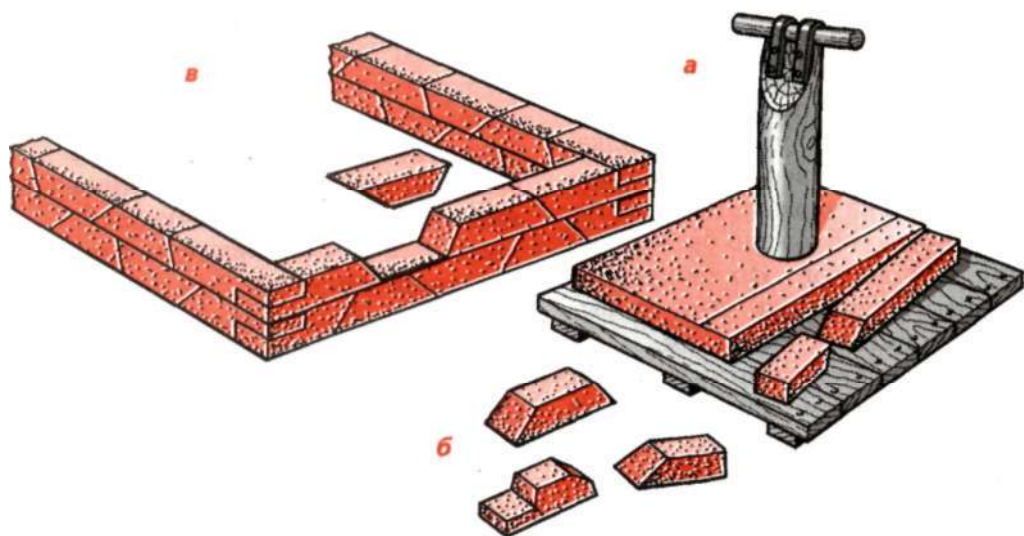

Рис. 28
**Печь из глиняных брусьев.** Глинобитные печи можно возводить без деревянной опалубки из глиняных брусьев, содержащих минимальное количество влаги (рис. 28). Этот способ успешно используется и в наше время. Отдельные
его приемы были, несомненно, заимствованы у плотников и каменщиков. Густой, но достаточно пластичный раствор глины выкладывают ровным слоем на щите из толстых досок и утрамбовывают до тех пор, пока не получится плита толщиной примерно 150 мм. Обрезав неровные края, плите придают прямоугольную форму (рис. 28, а) и разрезают на полосы шириной 200—250 мм. Каждую полосу делят на отдельные брусья длиной 300—500 мм (рис. 28, б). При необходимости срезы делают под прямым или острым углом. Остроугольные брусья соединяют друг с другом «на ус», как это принято в плотницком деле. Другой плотницкий прием — «на шип» используется для соединения брусьев на углах печи (рис. 28, в).